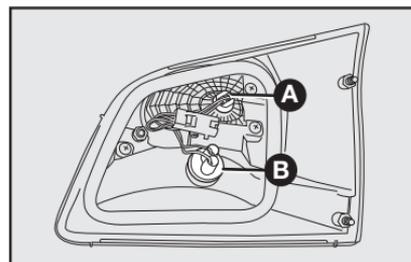

fig. 53
**A-fig. 53:** luz de posición trasera.
**B-fig. 53:** luz de marcha atrás.
2) Para sustituir la lámpara de la luz de posición, tire del portalámpara **A-fig. 53**, tire de la lámpara fijada a presión y sustitúyala.
3) Para sustituir la lámpara de la luz de marcha atrás, gire el portalámpara **B-fig. 53** en el sentido antihorario, tire de la lámpara fijada a presión, sustitúyala y recolque el portalámpara, girándolo en el sentido horario.